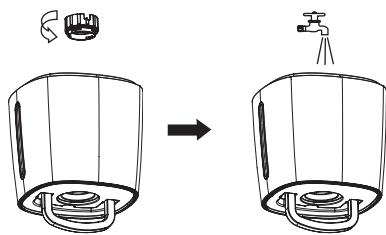

Рис. 2
- Открутите крышку резервуара для воды против часовой стрелки и залейте воду в емкость [рис.2]. Температура воды не должна превышать 40 градусов.